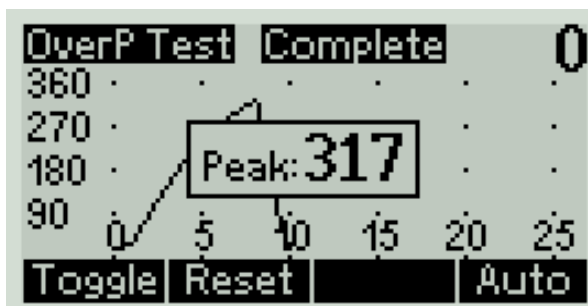
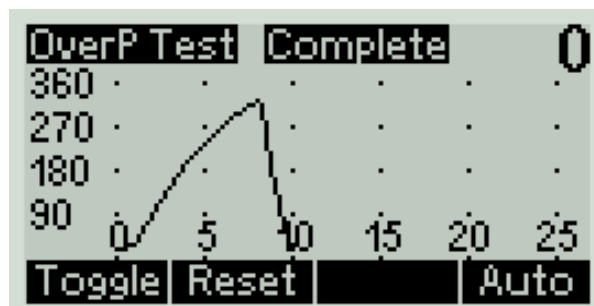

Abb. 24
Abb.25
- Anzeige des erreichten Abschaltdruckes. Abb. 24 zeigt das Ergebnis, Abb. 25 zeigt die Anzeige nach Drücken der <Toggle>-Taste, um die grafische Darstellung des Tests zu zeigen.